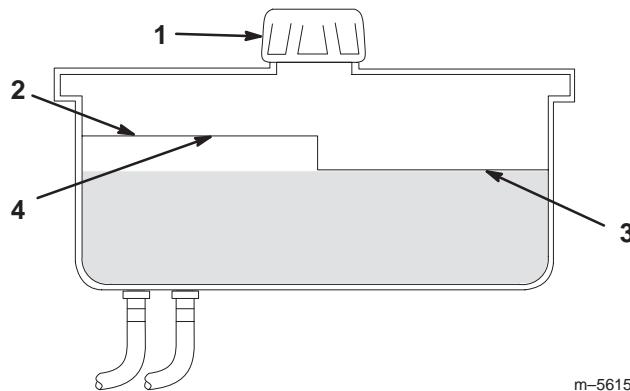

Figure 41
- Nettoyez la surface autour du goulot de remplissage du réservoir hydraulique (Fig. 41).
- Enlevez le bouchon du goulot de remplissage et vérifiez si le réservoir contient du liquide (Fig. 41).